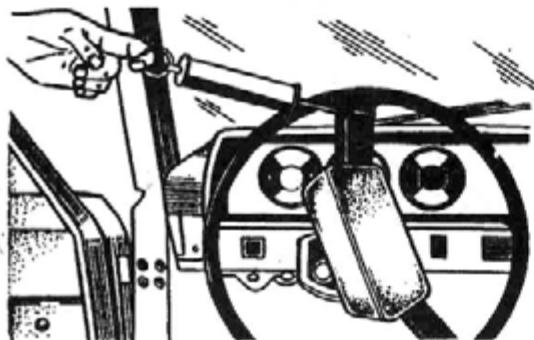

Рис. 212. Определение усилия, необходимого для проворачивания рулевого вала
- определением момента, требуемого для вращения рулевого вала (рис. 212), который не должен превышать  $1 \text{ Н} \cdot \text{м}$  ( $0,1 \text{ кгс} \cdot \text{м}$ ), что соответствует усилию на ободе рулевого колеса  $5 \text{ Н}$  ( $0,5 \text{ кгс}$ ).